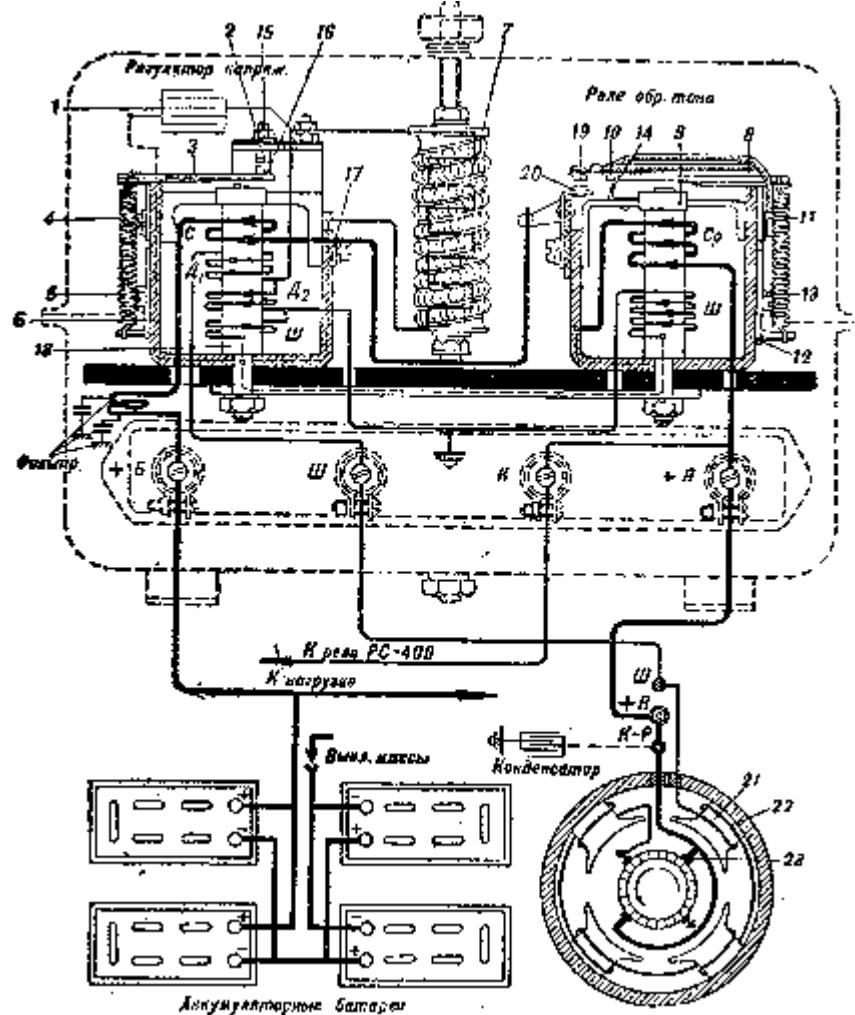

Рис. 145. Принципиальная схема соединения генератора с реле-регулятором и с аккумуляторной батареей:
Принципиальная электрическая схема соединения генератора с реле-регулятором и с аккумуляторной батареей дана на рис. 145.
Внутри корпуса укреплено четыре полюса (см. рис. 145), на которых помещены катушки возбуждения 22, изготовленные из медной эмалированной проволоки и последовательно соединенные одна с другой. Общая схема соединения катушек возбуждения генератора, отражена на рис. 145. Начало обмотки возбуждения выведено наружу корпуса генератора и присоединено к болту «Ш», а другой конец обмотки приключён к отрицательной щетке траверзы 23, которая соединена с корпусом генератора.
Оба аппарата смонтированы на общей панели из изоляционного материала и помещены в штампованной железной коробке, в нижней части которой прикреплена выводная колодка с четырьмя зажимами, обозначенными: «+Б», «Ш», «К» и «+Я». К этим зажимам подключают провода сети танка (см. рис. 145).
Магнитная система реле состоит из П-образного ярма 8 (см. рис. 145) и электромагнитного сердечника 9, укреплённых на текстолитовой панели, и железного подвижного якоря 10. Для оттягивания якоря от сердечника и размыкания контактов реле на хвостовую часть якоря надета пружина 11, нижний конец которой укреплен на штифте регулировочной планки 12. Натяжение пружины регулируют сдвиганием планки вместе со штифтом посредством поворачивания эксцентрика 13. Ход якоря вверх при размыкании контактов ограничивает упорная рамка 14.
Принцип работы реле обратного тока сводится к следующему (рис. 145).
Напряжение включения зависит от расстояния между якорем и сердечником реле и от натяжения пружины 11 (см. рис. 145).
- 4) Снять крышку реле-регулятора и измерить щупом зазор между якорьком 10 (см. рис. 145) и сердечником реле 9 при разомкнутых контактах и довести его подгибанием упорной рамки 14 до 1,8...2,4 мм.
Магнитная система регулятора так же, как и реле, состоит из П-образного железного ярма 8 (см. рис. 145), электромагнитного сердечника 18 и подвижного железного якоря 3. Для оттягивания якоря от сердечника и поддержания kontaktов в замкнутом состоянии на хвостовую часть якоря надета пружина 4, нижний конец которой укреплён на штифте регулировочной планки 6.
Силу тока возбуждения генератора регулятор изменяет автоматически путём периодического включения и выключения «регулирующего сопротивления» 7 (см., рис. 145) в цепь обмотки возбуждения. «Регулирующее сопротивление» постоянно, подключено к обмотке возбуждения, но шунтировано контактами регулятора 2 и 16, поэтому включение и выключение его сводятся к размыканию этих контактов, которые происходят автоматически следующим образом:
Регулятор напряжения регулируется на предельное значение напряжения, автоматически поддерживаемое им при работе с генератором. Это напряжение зависит прежде всего от расстояния (зазора) между якорем 3 (см. рис. 145) и сердечником 18 и от силы натяжения пружины 4.